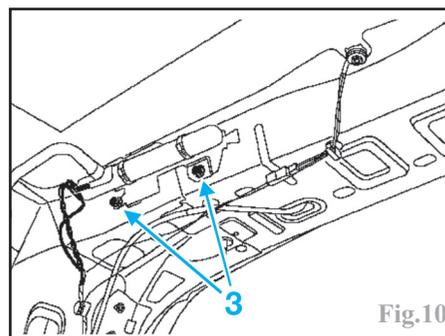

Fig.10
- les vis de fixation du détonateur (3) (Fig.10).